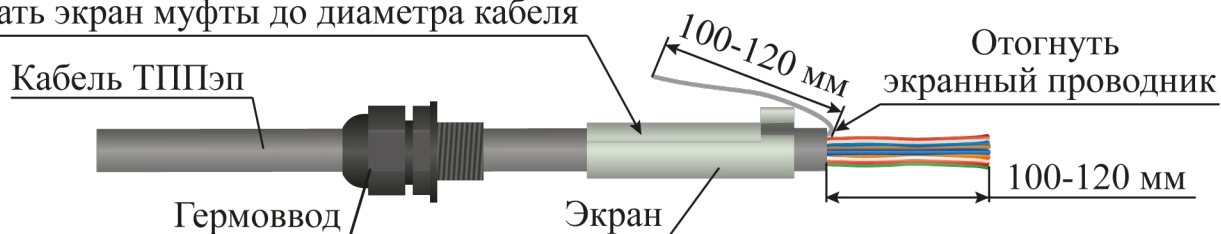

Рисунок 4.20
– надеть на оболочку кабеля ТППЭп в следующей последовательности: гермоввод, экран муфты переходной (рисунок 4.20);
– обжать экран муфты переходной до внешнего диаметра кабеля ТППЭп с помощью плоскогубцев (рисунок 4.20);
– снять оболочку со свободного конца кабеля ТППЭп длиной 100 - 120 мм (рисунок 4.20);
– экранирующий проводник отвести в сторону (рисунок 4.20);